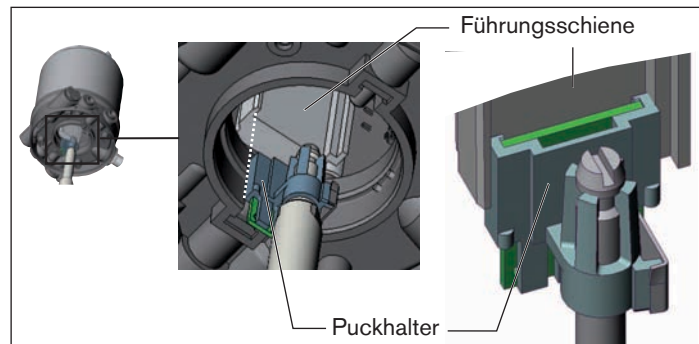

Bild 5: Ausrichten des Puckhalters
1. der Puckhalter in die Führungsschiene des Steuerkopfs (siehe „Bild 5“) und